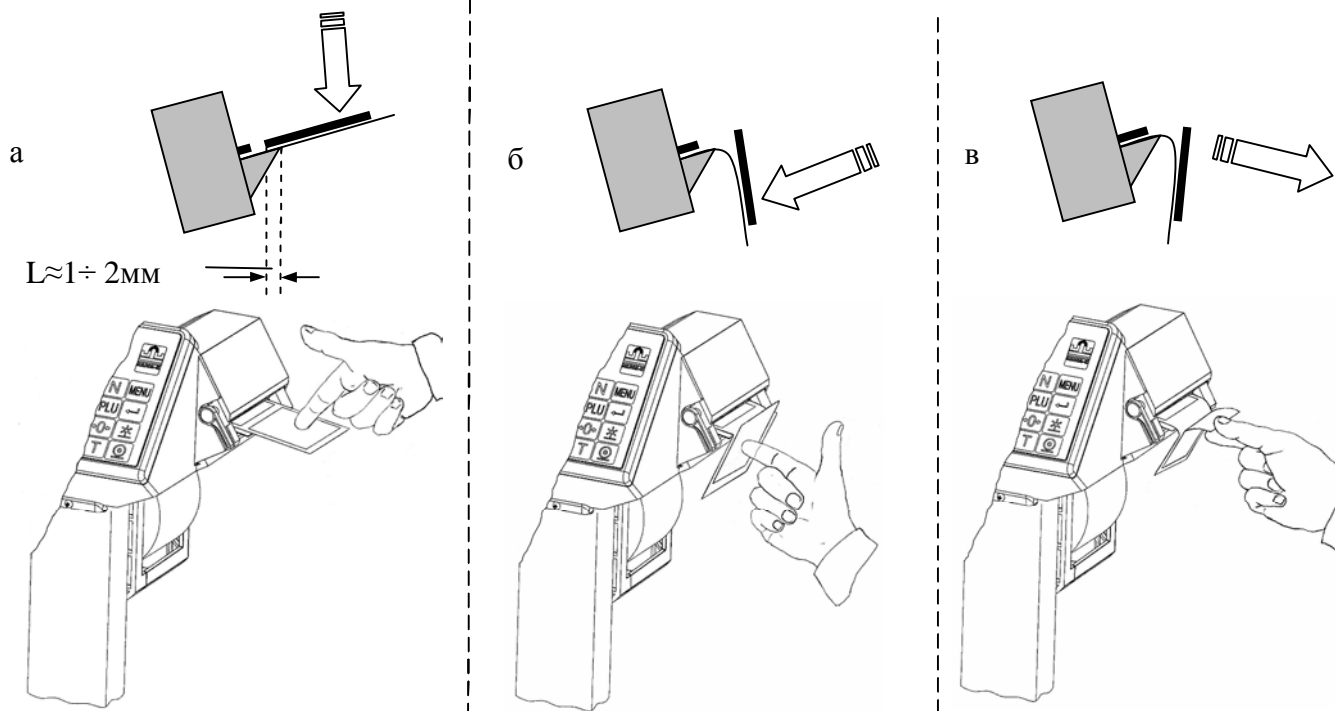

Рисунок 6.7 - Отделение этикетки
- после печати этикетка выйдет из принтера и остановится над отделительной пластиной (рис. 6.7а);
• легким нажатием указательного пальца отклонить этикетку вниз вместе с лентой (рис. 6.7б). Край этикетки отделится от ленты;
- снять этикетку с ленты, удерживая ее за верхний край большим и указательным пальцами (рис. 6.7в).
3 Если край этикетки не отделяется при нажатии или отделяемый край слишком мал, то необходимо откорректировать место остановки этикетки. Рекомендованное место остановки, когда край этикетки не доходит до конца отделительной пластины на 1÷2 мм (см. рис. 6.7а). Порядок изменения места остановки этикетки описан в разделе 7.1.2.3.